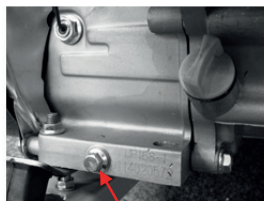

Рис. 18
3. Выкрутите сливной болт (Рис. 18, 19).
5. Закрутите на место сливной болт с прокладкой (Рис. 18).